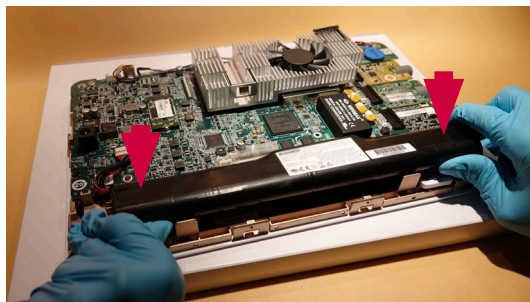

Figur 14 Fjerne batteriet
- a) **Trekk batteriet av skjermenhetens hovedkort (figur 14)**